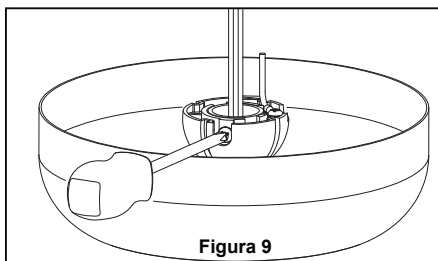

Figura 9
9. Vuelva a colocar la semiesfera en el barral como se indica a continuación. Pase los cables de negro y blanco a través de la semiesfera. Pase el pasador a través de los dos orificios en el barral y alinee la semiesfera de modo que el pasador quede atrapado en la ranura de la parte superior de la misma. Empuje la semiesfera hacia arriba, bien ajustada contra el pasador. Ajuste firmemente el tornillo de fijación en la semiesfera. Si el tornillo de fijación está flojo, podría provocar oscilación del ventilador. (Figura 9)